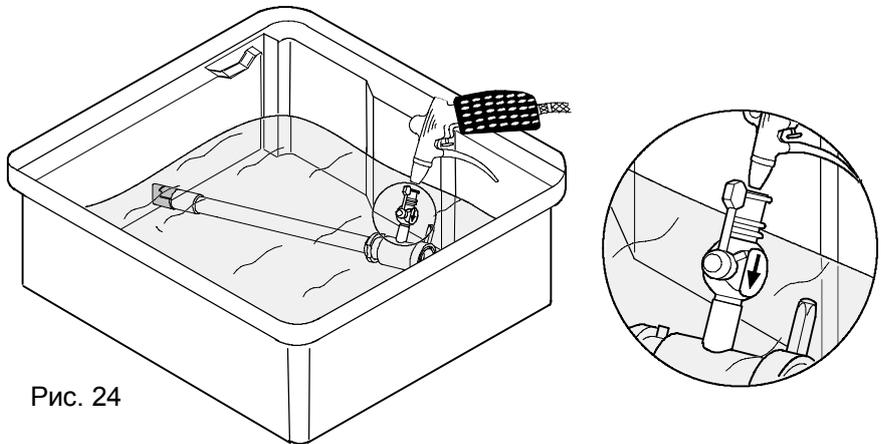

Рис. 24
- ◇ Промойте открытые краны и узкие каналы с помощью моечного пистолета (рис. 24).